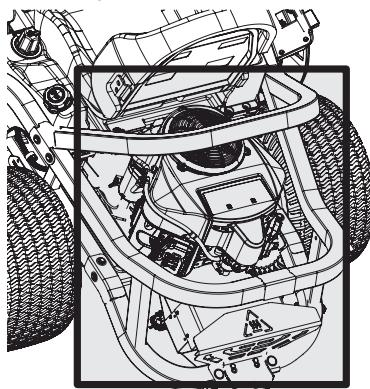

Figure 25
- Nettoyez autour des fusibles, les deux côtés des ailettes de refroidissement des transmissions, le collecteur d'échappement, le câblage électrique et les faisceaux de电线, le tuyau du silencieux, le pare-chaleur du silencieux, les grilles d'entrée d'air du moteur et les ailettes de refroidissement, entre autres (Figure 25).